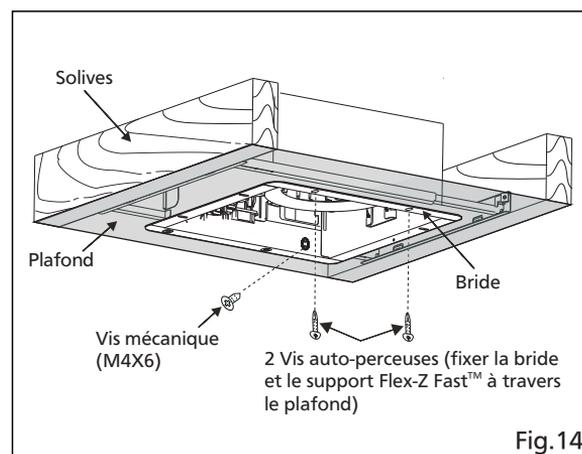

Fig.14
4. Fixer le corps du ventilateur au support Flex-Z Fast™ en utilisant 2 vis auto-perceuses, connecteur au réceptacle et fixer le corps du ventilateur à l'adaptateur à l'aide de vis mécanique (M4X6). (Voir Fig.14)